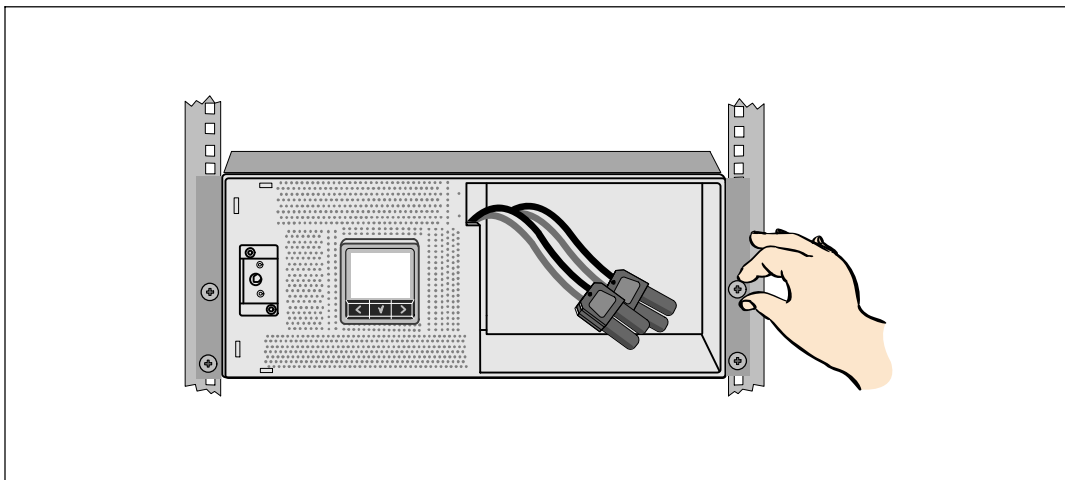

Figure 14. Fixation du module
- 7 Fixez l'avant du module à la baie en utilisant les quatre vis à oreilles sur les supports de montage (voir Figure 14). Serrez à la main; n'utilisez pas d'outils mécaniques. Répétez la procédure pour des modules supplémentaires.